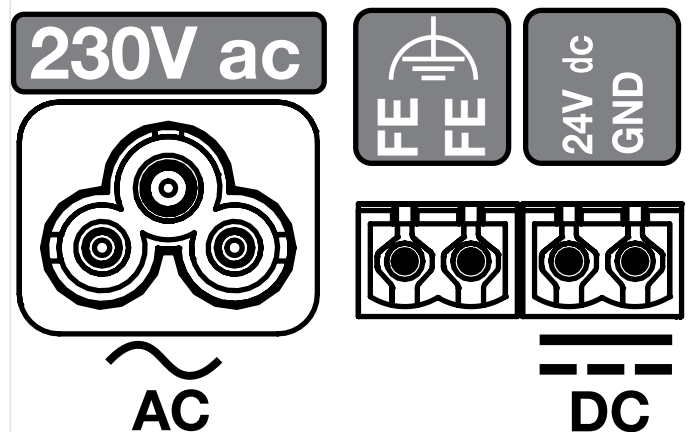
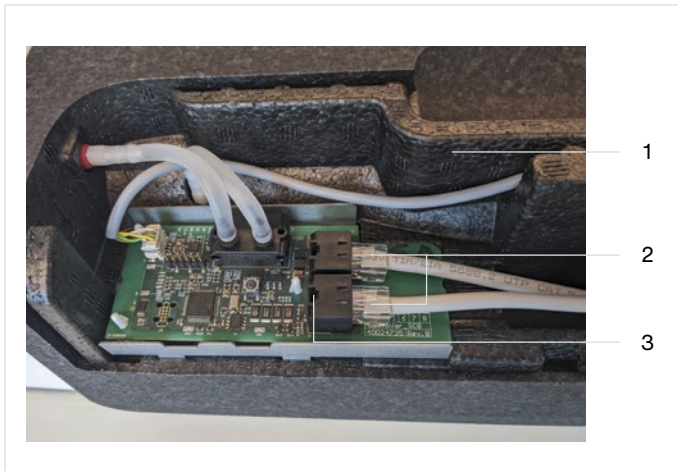
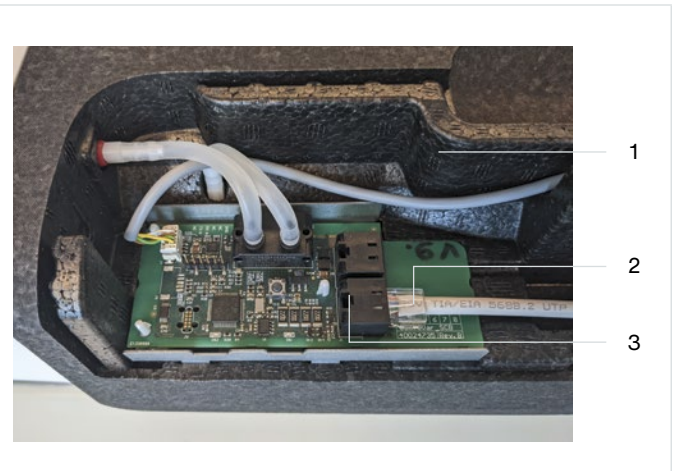

Fig. 5.8 - Collegamenti CM
Fig. 5.9 – Collegamenti RJ45 VM-PCB
Fig. 5.10 – Collegamenti RJ45 VM-PCB
1. Fissare il connettore di un cavo di alimentazione 230 V CA (Fig. 5.8, pos. 13) o un cavo di alimentazione SELV 24 V CC (Fig. 5.8, pos. 11).
2. Fissare un'estremità del cavo ComfoNet-RJ45 al collegamento RJ45 (Fig. 5.8, pos. 10) del CM. Fissare l'altra estremità del cavo ComfoNet-RJ45 a un collegamento ComfoNet-RJ45 (Fig. 5.10, pos. 3) del primo VM (Fig. 5.9, pos. 1).
3. Fissare un secondo cavo ComfoNet-RJ45 a un collegamento libero ComfoNet-RJ45 (Fig. 5.10, pos. 3) sul primo VM e su un collegamento libero ComfoNet-RJ45 (Fig. 5.10, pos. 3) sul secondo VM (Fig. 5.10, pos. 1).
2. Collegare il Modbus interno (Fig. 5.8, pos. 10) al Modbus interno (Fig. 5.8, pos. 10) del primo CM nella serie.
2. Collegare il Modbus interno (Fig. 5.8, pos. 10) con il Modbus interno (Fig. 5.8, pos. 10) del primo CM-connect della serie.